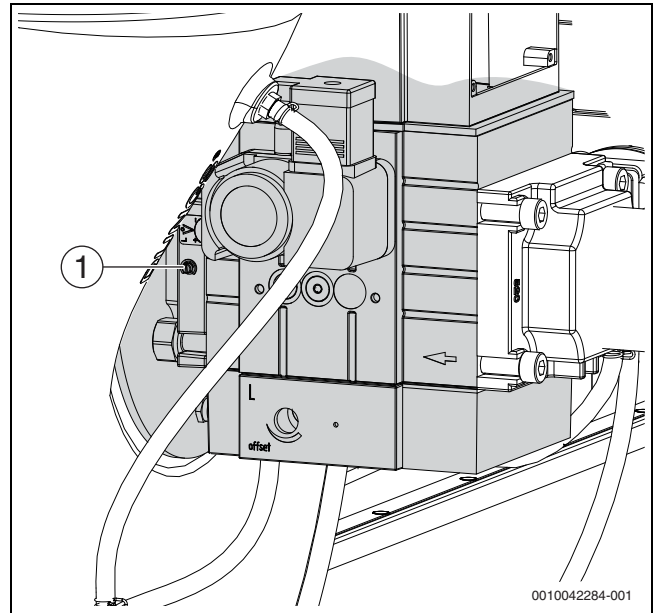

Рис. 36 Настройка CO_2 при полной нагрузке
- ▶ При содержании CO_2 ниже 8,7% или выше 9,7 % установите регулировочным винтом большой нагрузки 9,2 % (→ Рис. 36).